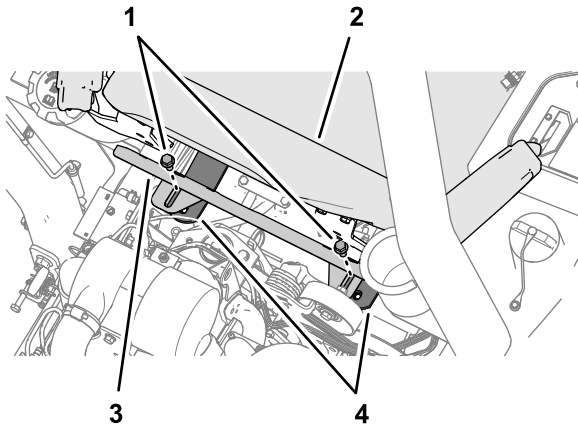

Figura 2
1. Dietro il sedile dell'operatore, rimuovete le 2 viti a testa cilindrica flangiata che fissano lo schermo termico e il tubo incrociato delle cinghie del sedile, quindi rimuovete lo schermo termico (Figura 2).